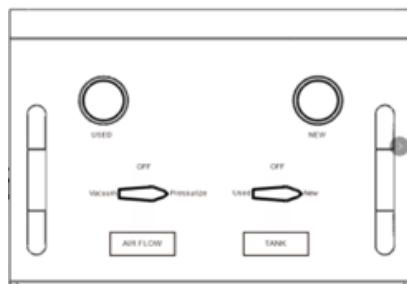

Fig 9.
naar de "New" Nieuw-positie (Afb. 9), open de klep op de koelvloeistofslang, nieuwe vloeistof (rood) (Afb.8), open vervolgens de werkplaatsluchtklep om meer nieuwe antivries aan het voertuig toe te voegen.
middel toe aan het voertuig via de overloop-tank. Zoals hierboven geïllustreerd in Afb.8 en Afb.9.
5. Start de motor en controleer het antivries-niveau. Als het antivriesniveau daalt, draai dan de linker "LUCHTSTROOM"-klep op het paneel naar de "Onder druk"-positie, de rechter "TANK"-klep naar de "Nieuw"-positie (Afb. 9), open de klep op de nieuwe vloeistofslang (rood) (Afb. 8), open vervolgens de werkplaatsluchtklep om meer nieuw antivriesmiddel aan het voertuig toe te voegen.
5. Start de motor en controleer het antivriesniveau. Als het antivriesniveau daalt, draai dan de linker "LUCHTSTROOM"-klep op het paneel naar de "Onder druk"-positie, de rechter "TANK"-klep naar de "Nieuw"-positie (Afb. 9), open de klep op de nieuwe vloeistofslang (rood) (Afb. 8), open vervolgens de werkplaatsluchtklep om meer nieuw antivriesmiddel aan het voertuig toe te voegen via de voertuigoverstroomtank.